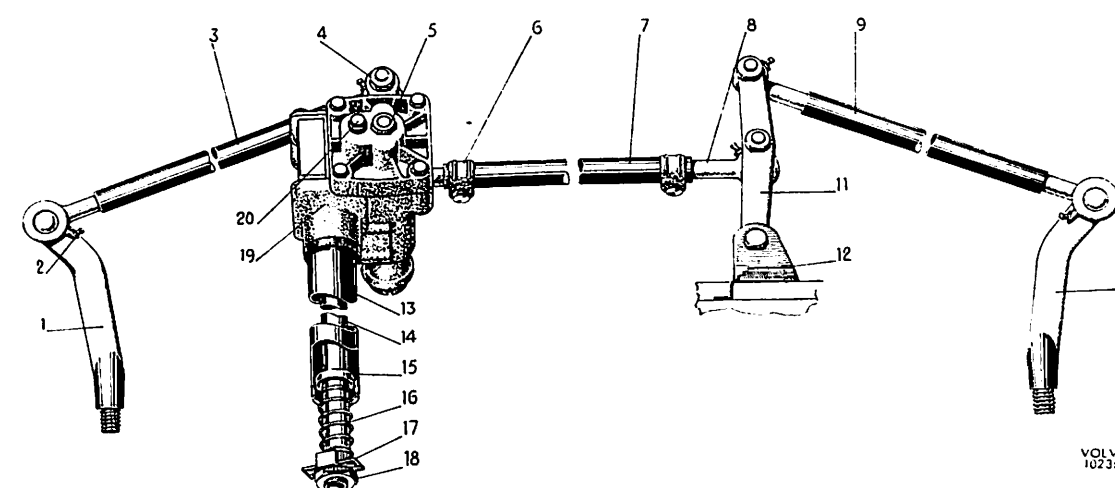

Bild 23. Styrinrättning.
Styrinrättningens utförande framgår av bild 23. Då ratten vrides överföres rörelsen genom rattaxeln (14) till styrväxeln (19) och pitmanarmen (4). Från denna överföres rörelsen via parallellstag (7), mellanarm (11), styrstag (3 och 9) samt styrarmar (1 och 10) till hjulen.
Vänddiametern är ca 9,8—10,8 meter beroende på utförande av vagn och styrinrättning. Stagen är från och med PV 544 C och P 210 B försedda med plastfodrade kulle. Detta gör underhållssmörjning obehövlig varför nämnda kulle saknar smörjnipplar (2 bild 23). Konstruktionen i övrigt framgår av bilderna.